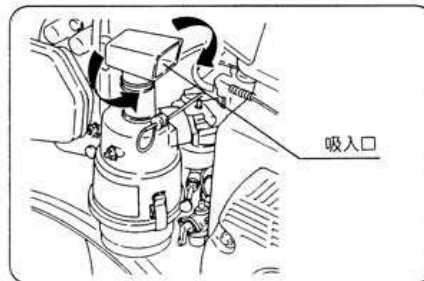

図33
- ④ エアクリーナの吸込み口をホコリの少ない方向に向けてください。(図33)